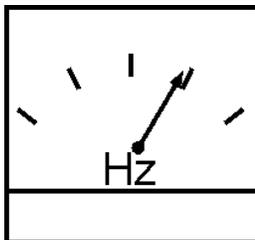

Figure 45. Fréquencemètre
- Le fréquencemètre de la génératrice (Figure 45) doit afficher la fréquence de sortie de 60 cycles en **HERTZ**.